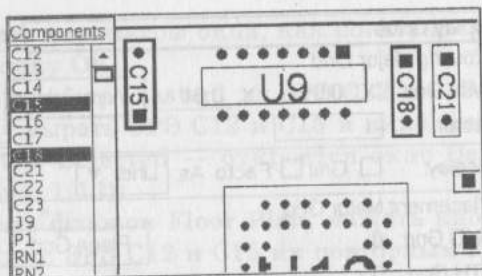
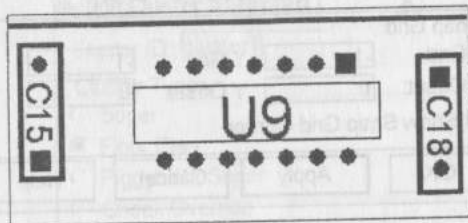

Рис. 1.8. Выбор элементов по списку
Рис. 1.9. Выбор при включении Fit-флажка
- удерживая клавишу CTRL, выбрать ЭРЭ C15 и C18 (рис. 1.8), и полностью вписать их в экран установкой флажка Fit>Selector — (рис. 1.9).